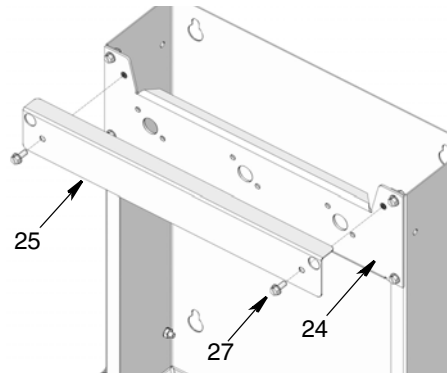

FIG. 7
4. Collegare la piastra del pannello di copertura (25) alla piastra di fissaggio dello strumento (24) utilizzando le viti (27) e i fori esistenti. Serrare le viti saldamente. Per l'orientamento corretto di questi componenti, vedere FIG. 7.